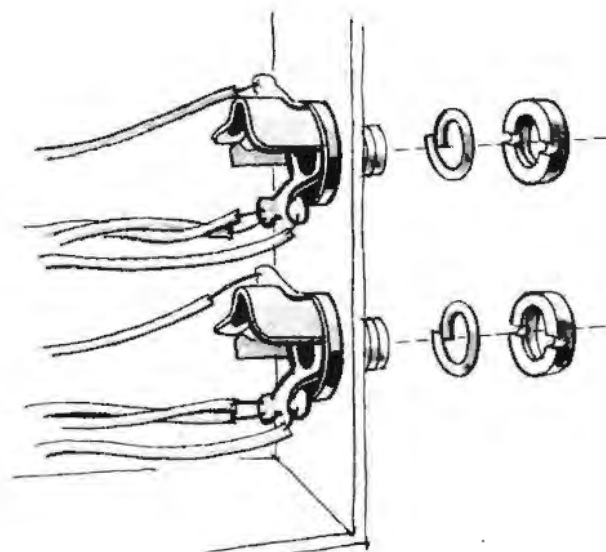

Figura 17
- * Atornille las dos hembrillas en los dos orificios de la caja, fijándolas en la posición indicada en la figura 17.